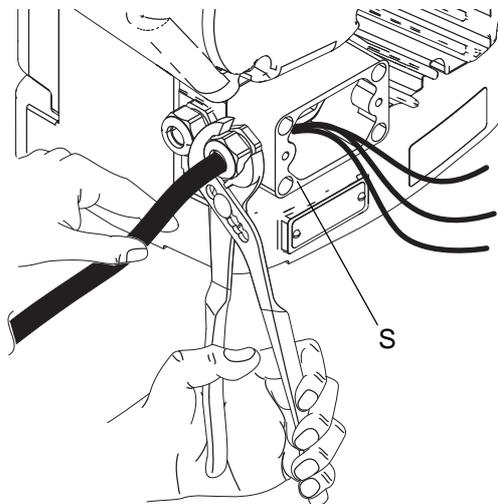

FIG. 6: Tornillos de la caja de conexiones y alivio de tensión
7. Vuelva a montar los tornillos y las arandelas de la caja de conexiones retirados en el paso 2 y apriete el sujetacables para sujetar bien el cable de alimentación en la caja de conexiones (S). Consulte FIG. 6.